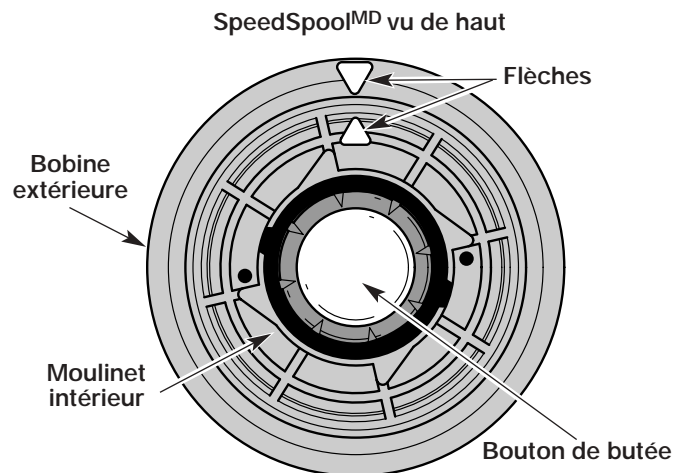

Fig. 18
2. Alignez la flèche du moulinet intérieur avec celle de la bobine extérieure (Fig. 18).